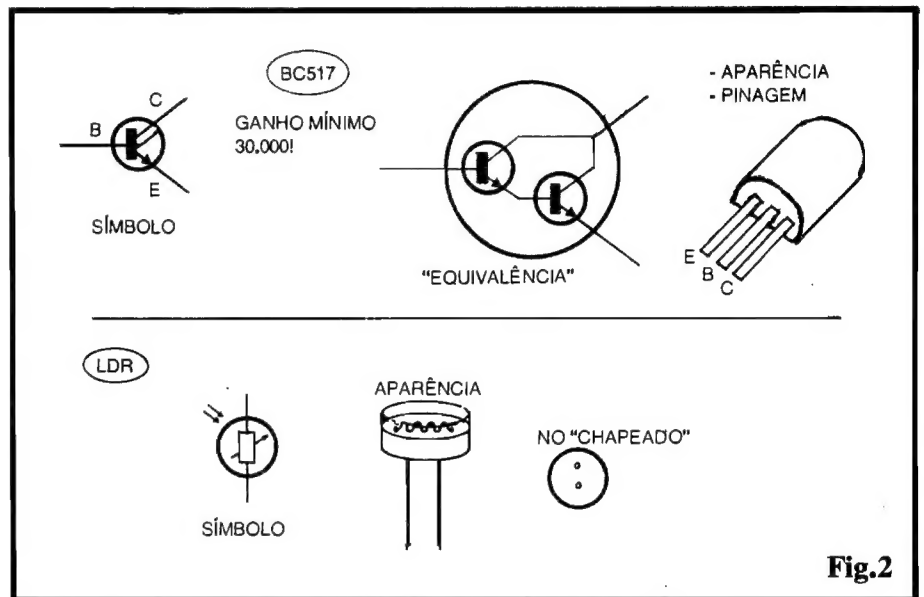

Fig.2
- FIG. 2 - ALGUNS DOS COMPONENTES PRINCIPAIS... - O transistor (que parece um "BC" comum, mas é "mais" do que isso...) BC517, e o LDR "padrão", são vistos em detalhes, na figura, que mostra as aparências, pinagens, "equivalências" e símbolos dos ditos componentes... Quanto ao BC517, observar que, embora "por faro" nada difira de um BC comum, contém, na verdade, dois transistores internos em configuração de super-ganho (**Darlington**), deixando externamente acessíveis apenas os três terminais convencionais (base,